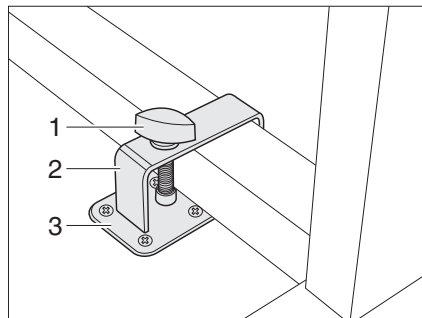
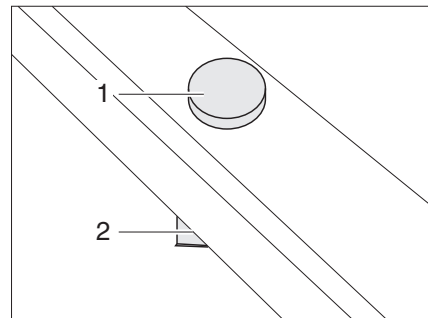

Fig. 54 Dispositif de blocage table pivotante à montage métallique
Fig. 55 Dispositif de blocage table pivotante à montage en plastique
- Placer la table pivotante près du support (Fig. 54,3) ou sur celui-ci (Fig. 55,2).
- Placer l'étrier (Fig. 54,2) avec la vis de fixation (Fig. 54,1) par-dessus le pied de table.
- Pousser l'étrier et, le cas échéant, la table pivotante de telle sorte que la vis de fixation (Fig. 54,1 ou Fig. 55,1) puisse être vissée dans le support (Fig. 54,3 ou Fig. 55,2).